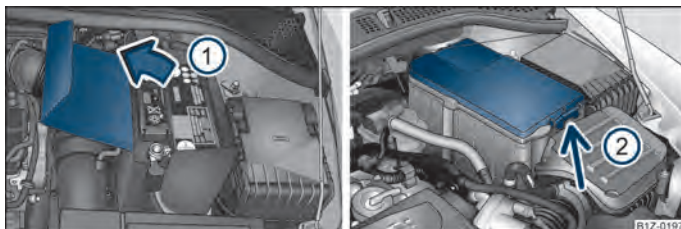

Fig. 154 Compartiment moteur : Cache en polyester de la batterie du véhicule/Cache en plastique de la batterie du véhicule
La batterie se trouve dans le compartiment moteur dans un cache en polyester ⇒ fig. 154 - à gauche ou dans un cache en plastique ⇒ fig. 154 - à droite.
- Ouvrez le cache de la batterie dans le sens de la flèche ① ⇒ fig. 154 ou poussez le verrouillage ② sur le côté du cache de la batterie, relevez le cache et enlevez-le.
En cas de travaux sur la batterie, le bord du cache de la batterie en polyester ⇒ fig. 154 - à gauche, est inséré entre la batterie et la paroi latérale du cache de la batterie.